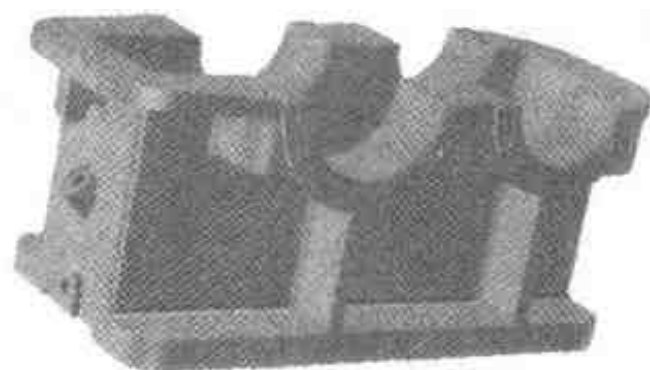

图 3.132 机座
- (1) 现在, 我们开始组装减速器的其他零件, 减速器是相对较复杂的一个机构, 由共二十几个零件构成, 在这里我们首先进行油标尺和螺塞的装配。
- (2) 新建一个空白文件, 选择【文件】|【插入】|【零件/装配】命令, 然后在所附光盘中找到 score\example\jixie\3\减速机装配\机座.ics 文件, 单击【打开】按钮, 结果如图 3.132 所示。